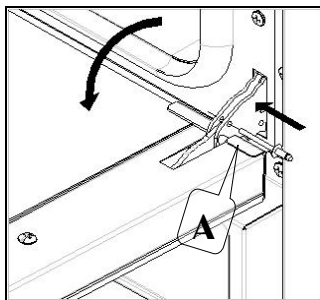

Fig. 4
- Insérer les épines en dotation dans les trous "A" qui sont présent sur le deux charnière (Fig.4);